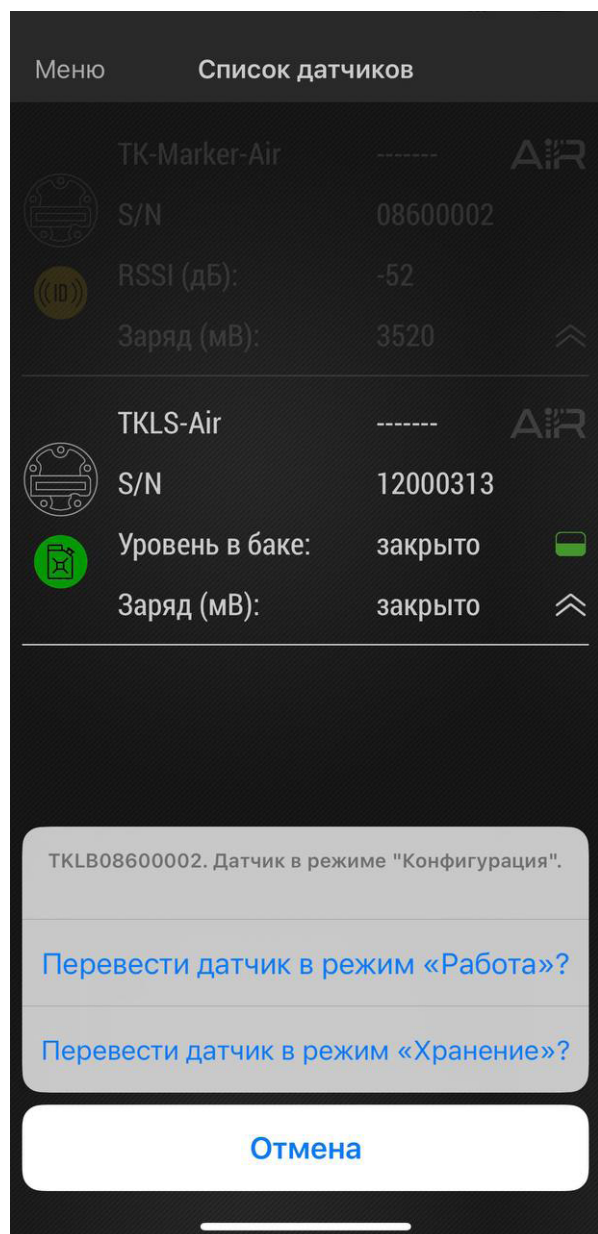

Рис.29. Выбор режима.
- После считывания на экране появится меню выбора режима датчика (**Рис.29**). Далее выберите режим «Хранение».